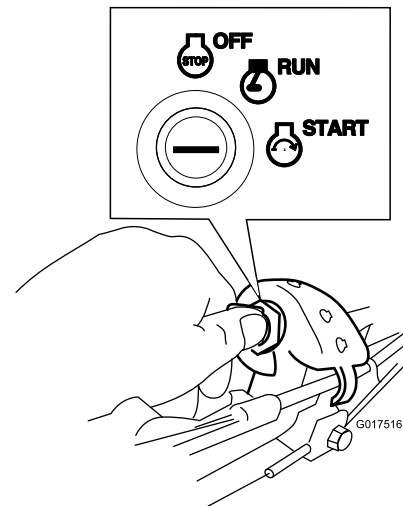

Figura 17
- **Chiave di accensione:** girate la chiave di accensione e mantenetele in posizione di avviamento (Figura 17); rilasciatela quando il motore si avvia.
1. girate la chiave di accensione in posizione di marcia Run (Figura 17).